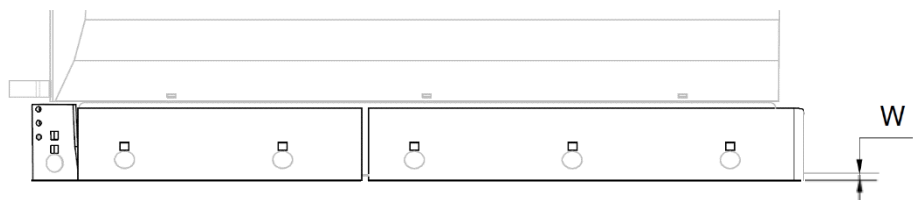
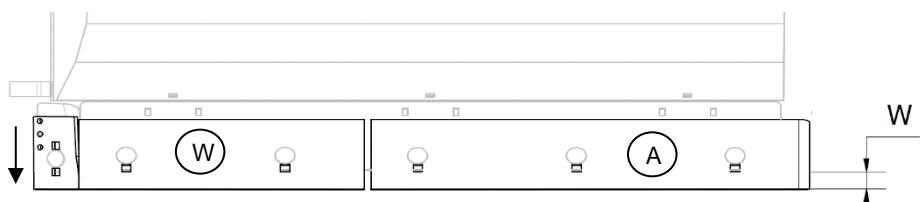

Abb. 15
Abb. 16
Wenn der Verschleiß erheblich ist und der Abstand $W \leq 10 \text{ mm}$ beträgt (siehe Abb. 15), müssen alle Schürfleisten nach unten versetzt werden (siehe Abb. 16). Wenn auch diese Position verschlissen ist, werden die Schürfleisten (B) gewendet bzw. die Schürfleisten mit umgebogener Kante (A) von links auf rechts getauscht.